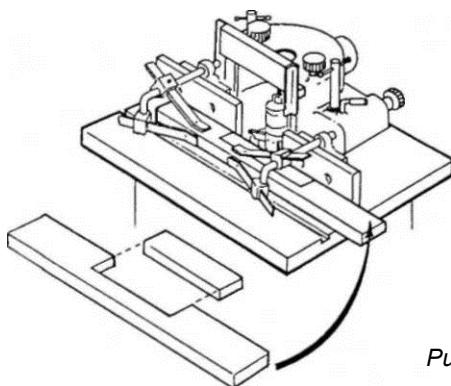

Рис. 27
Никогда не попытайтесь фрезеровать прямые детали удерживая руками длиной меньше 12 дюймов, или уже чем 3 дюйма без использования специального направляющего приспособления как показано на рис. 27.
1. Используйте приспособление и прижимы, как показано на рис. 27, чтобы твердо прижать заготовку и двигать по направляющей. Если заготовка слишком широка для крепления, которое будет использоваться, прижмите доску из отходов к столу, чтобы заменить приспособление.